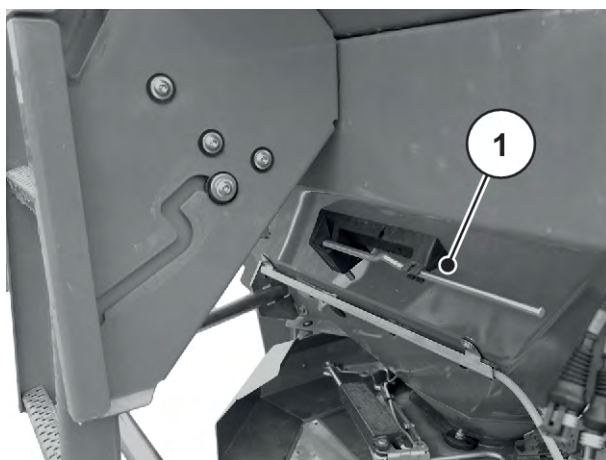

Fig. 36: Plassering av innstillingsspaken AXIS xx.2
- ▶ Legg innstillingsspaken tilbake i den tiltenkte holderen. Se *Fig. 36 Plassering av innstillingsspaken AXIS xx.2*